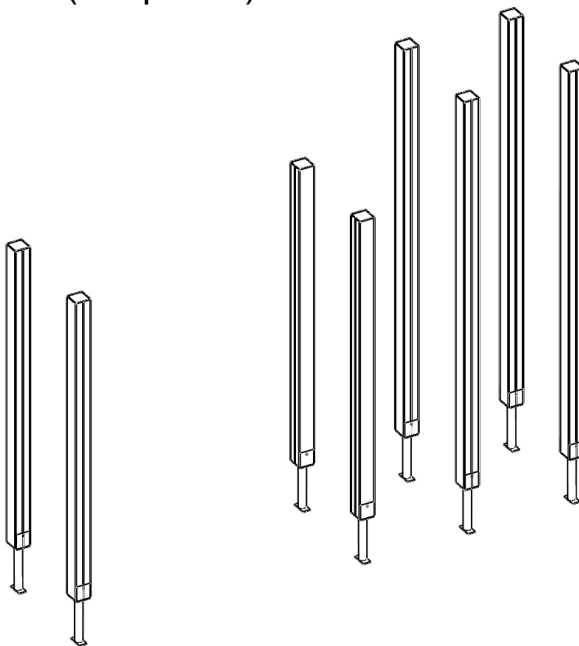
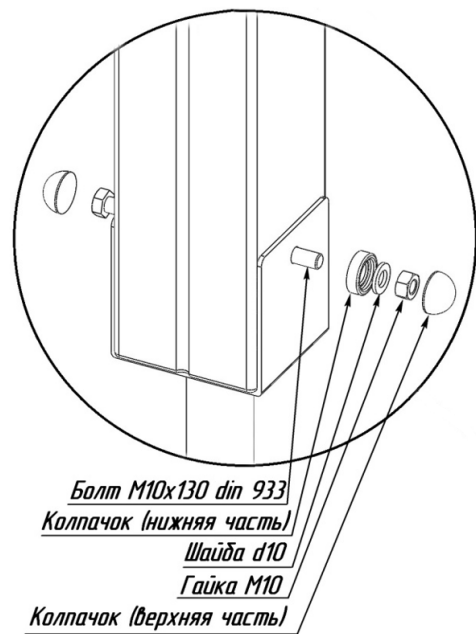

Рисунок 5
Рисунок 6
1. Установить на основание деревянных столбов металлические подпятники, аккуратно просверлив монтажные отверстия для болтов (см. рис.5). Подпятники крепить при помощи болтов М10х130 + шайба+ гайка+ пласт. колпачки (см. рис. 6).